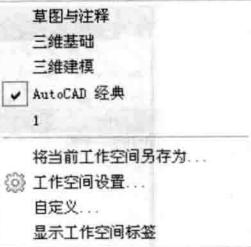

图 1-6 “按钮”菜单
- ◆ 单击状态栏上的  按钮，从弹出的“按钮”菜单上切换所需空间，如图 1-6 所示。